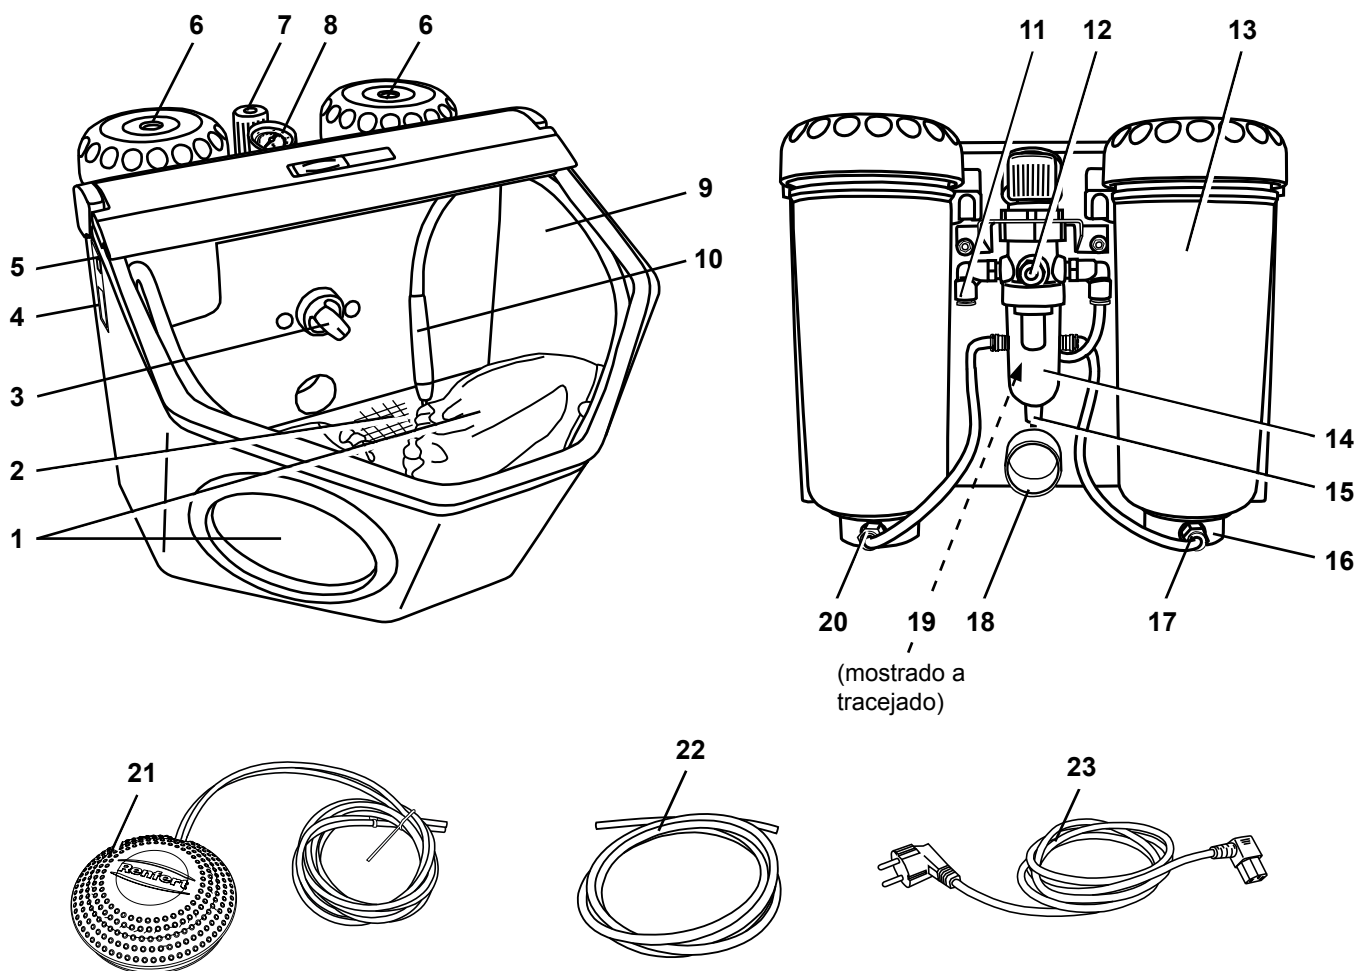

Fig. 1
- Inserir até o limite a ponta da mangueira identificada com "A" (21) na conexão do jateador identificada com "A" (11).
- Inserir até o limite a ponta da mangueira identificada com "B" (21) na conexão do jateador identificada com "B":
- versão com 2 reservatórios: (19)
- versão com 1 reservatório: (20, Fig. 1)
- Com o seletor (3, Fig. 1), selecionar o reservatório de jateamento (apenas na variante com 2 reservatórios).
- Pressionar o pedal de acionamento (21, Fig. 1).